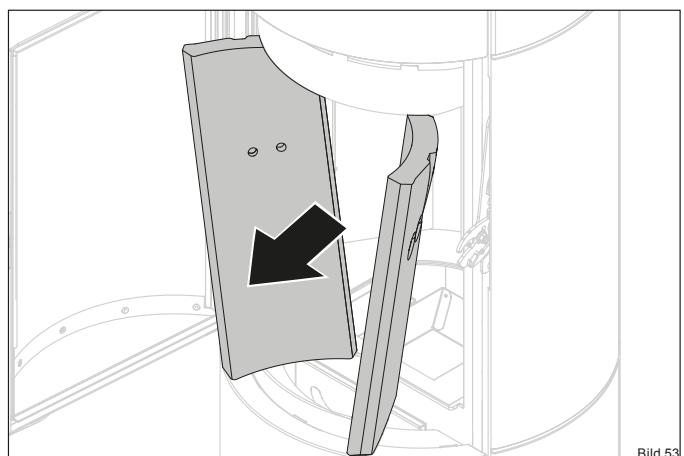

Bild 53
- Entnehmen Sie die zwei seitlichen Thermosteine (Bild 53).